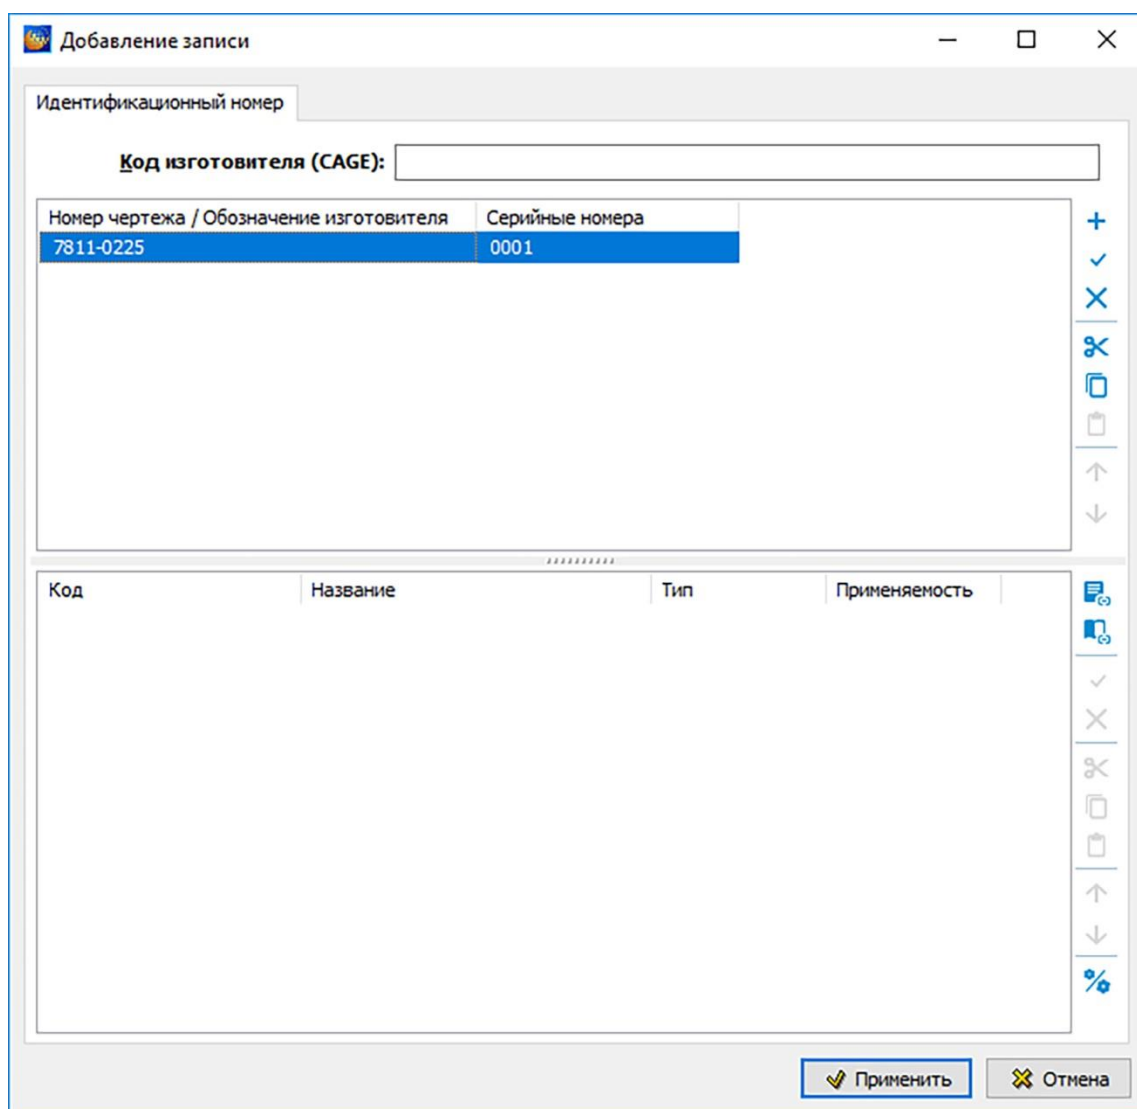

Рисунок 373
7) После ввода параметров обозначения компонента нажмите на кнопку **Применить** для возврата в окно **Добавление записи** для идентификационного номера (рисунок 373).